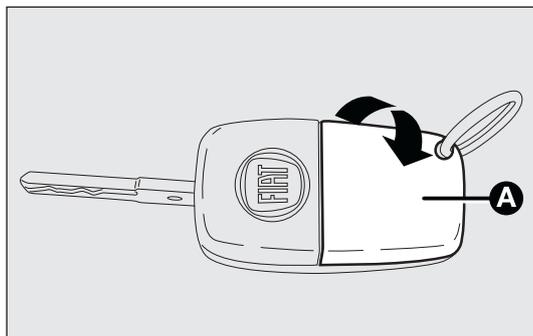

fig. 8
- abra la tapa A-fig. 8 fijada a presión interviniendo en el sentido indicado por la flecha